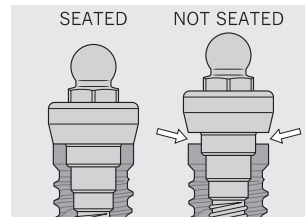

Fig. 3
- (Fig. 3): Verificare mediante radiografia che la posizione sull'impianto sia corretta. Posizionare la pellicola sull'impianto in posizione verticale rispetto all'interfaccia del Dalbo®-PLUS Certain® Abutment.